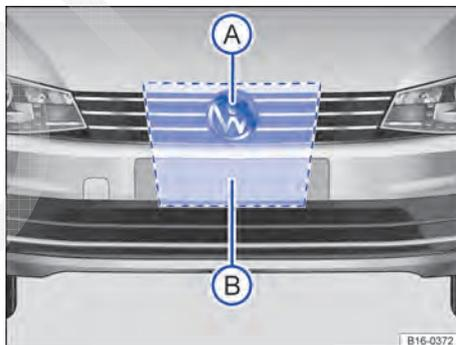

Fig. 166 Na grade do radiador, atrás do logotipo da Volkswagen: sensor do radar (A) e área que deve ser mantida livre em volta do sensor do radar (B).
Para a captação da situação do trânsito está instalado um sensor do radar → Fig. 166 (A) na grade do radiador atrás do logotipo da Volkswagen.
A área frontal e ao redor do sensor do radar → Fig. 166 ⓘ não deve ser coberta por etiquetas adesivas, faróis extras, moldura decorativa das placas de licença ou coisas semelhantes, porque isso pode comprometer a função do ACC.